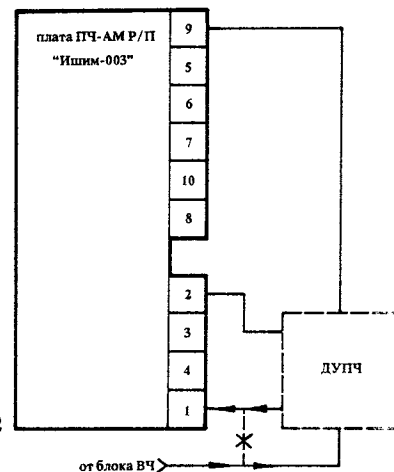

Рис. 2
5. СХЕМА УНЧ И АРУ. БЛОК А1 (РИС. 2)
Следует отметить, что при введении ДУПЧ в тракт ПЧ радиоприемника "Ишим-003" расстройка контуров радиоприемника также отсутствует. Режим ДУПЧ устанавливается резистором R1\* по потребляемому от источника питания току в пределах 1-2мА (не критично). Монтаж ДУПЧ выполнен навесным способом прямо на кросс-плате радиоприемника "Ишим-003" (снизу). Для этого использован имеющийся возле входа платы ПЧ-АМ технологический участок невытравленной фольги. Печатный проводник, идущий по кросс-плате к контакту 1 платы ПЧ-АМ, перерезается и в разрыв включаются соответственно вход/выход ДУПЧ. Направление прохождения сигнала ПЧ показано стрелкой на рис. 1. Для обеспечения синхронного включения ДУПЧ и основного УПЧ радиоприемника, напряжение питания для ДУПЧ подается от контакта 9 платы ПЧ-АМ при помощи отдельного проводника из любого монтажного провода. На рис. 2 показаны необходимые выводы платы ПЧ-АМ со стороны кросс-платы и место расположения элементов ДУПЧ.